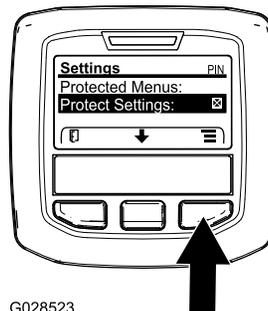

Рисунок 48
1. Перейдите в защищенное меню и разблокируйте подменю защищенных настроек (Рисунок 48); см. раздел Доступ к защищенным меню \(страница 27\).